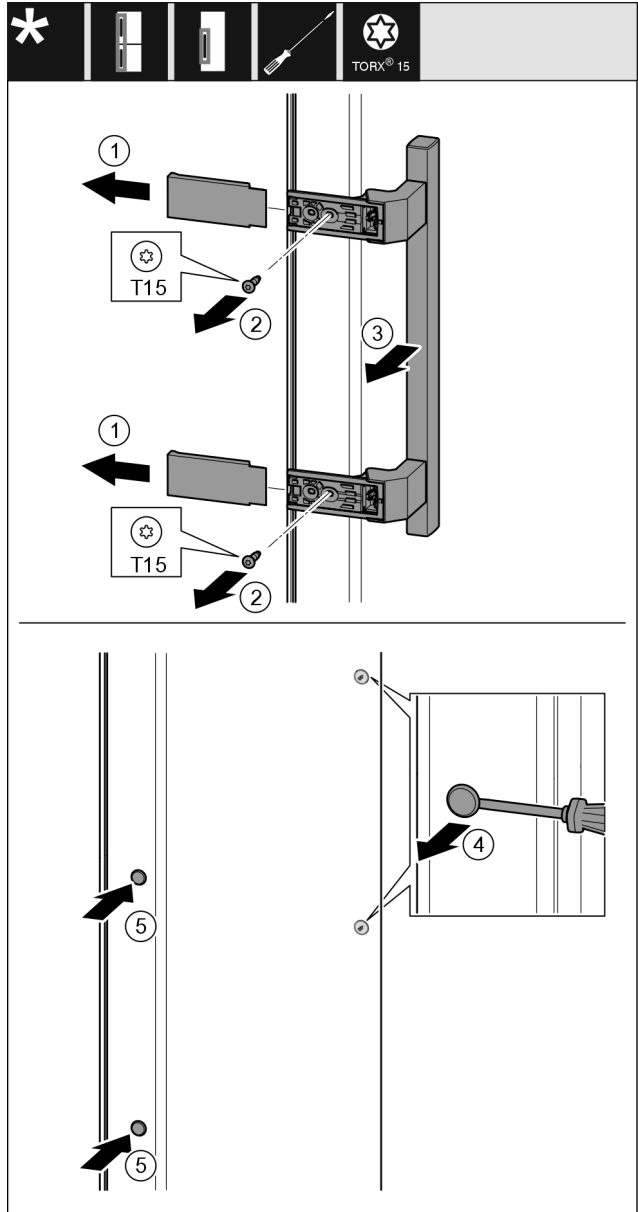

Fig. 18
- Retirer le cache Fig. 18 (1).
- Retirer les vis Fig. 18 (2) avec un tournevis.
- Retirer la poignée Fig. 18 (3).
- Soulever et retirer avec précaution le cache latéral Fig. 18 (4) avec un tournevis plat.
- Replacer le cache Fig. 18 (5) de l'autre côté.